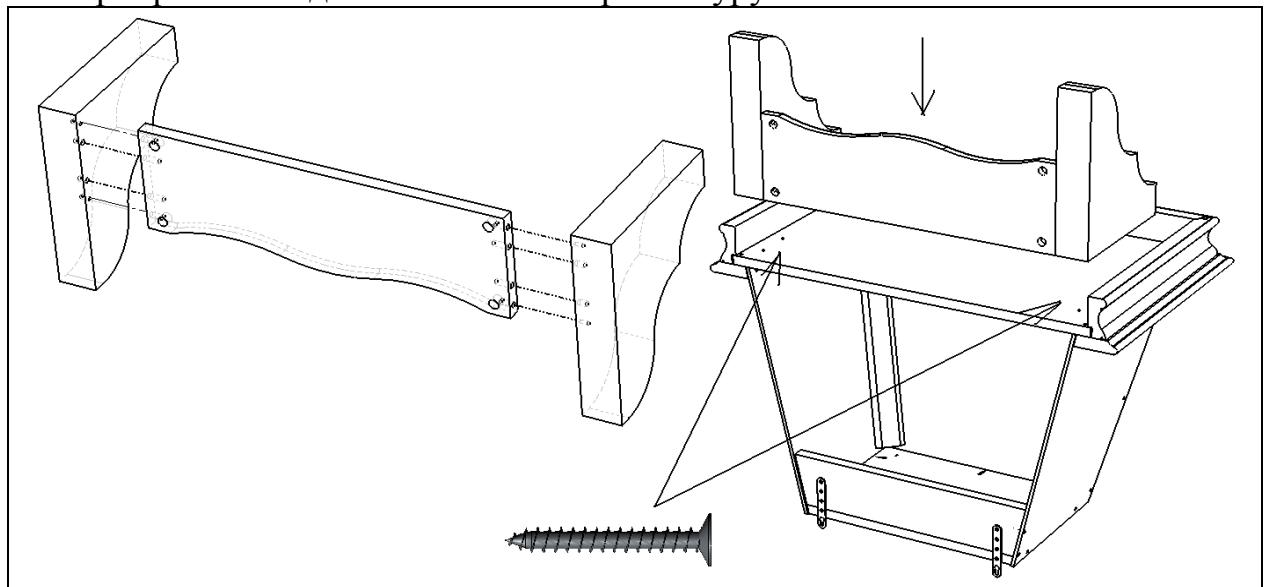

Рис. 16
2. Крепление подкосов с декоративной планкой (Рис. 16):